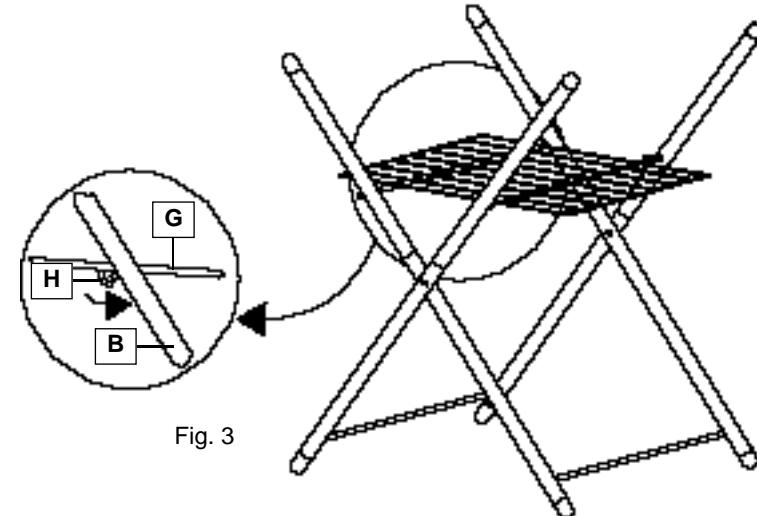

Fig. 3
- 4) El caballete se tiene que bloquear en la posición correcta, fijando los ganchos H de la parrilla G contra el travesaño de unión del brazo externo B (véase la Fig. 3).